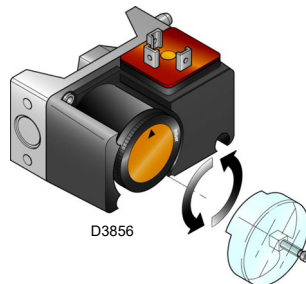

Fig. 23
- Regular o pressóstato gás de máxima (Fig. 23) na parte final da escala.